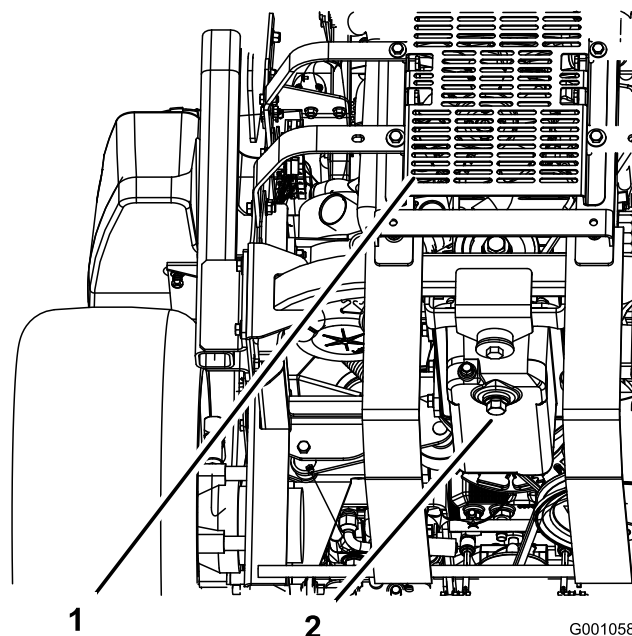

Figura 47
5. Coloque um recipiente debaixo do orifício de escoamento de óleo. Retire o tampão de escoamento e deixe o óleo escoar completamente (Figura 47).